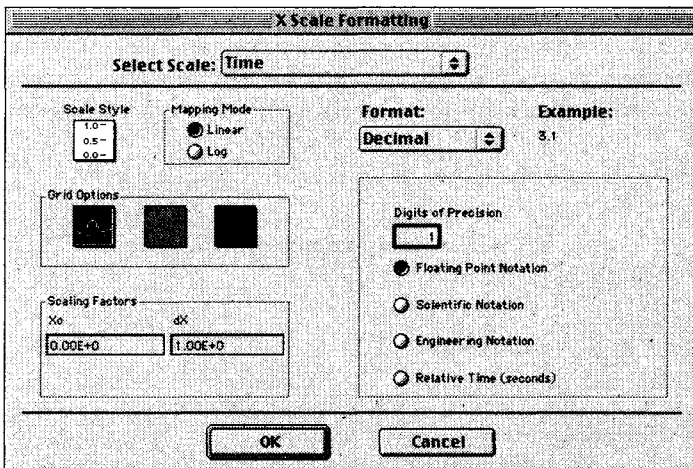

Рис. 8.24
Опция **Задание формата** (Formatting) выводит диалоговое окно, показанное на рис. 8.24, которое позволяет настроить следующие параметры:
- опция **Выбор шкалы** (Select Scale) – выпадающее меню, позволяющее выбрать шкалу, которую вы изменяете, по имени. На рис. 8.24 можно видеть, что шкала X названа «Time»;